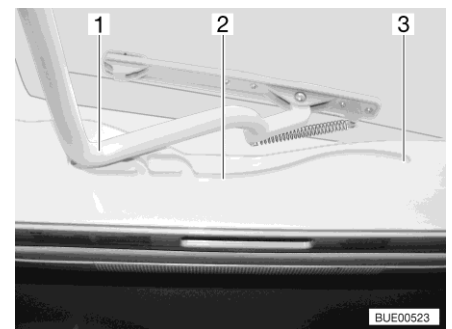

Bild 22 Spår (Heki-taklucka)
- Dra in bygel (Bild 22,1) i spår (Bild 22,2) till den bakersta positionen (Bild 22,3).
- Tryck bygel (Bild 22,1) lätt uppåt med båda händerna.
- Drag bygel till önskad position i spåret (Bild 22,2).